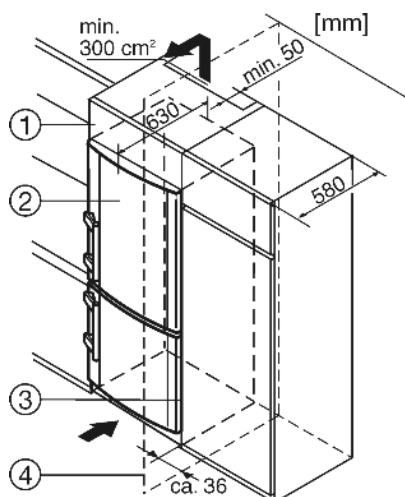

Fig. 9
- (1) Дополнительный шкафчик
(2) Устройство
(3) Кухонный шкаф
(4) Стенка
Устройство может быть окружено предметами кухонной обстановки. Чтобы уравнять устройство *Fig. 9 (2)* по высоте с кухонной стенкой, можно установить над устройством соответствующий дополнительный шкафчик *Fig. 9 (1)*.
При комбинировании с обычными кухонными шкафами (глубина макс. 580 мм) устройство можно установить непосредственно рядом с кухонным шкафом *Fig. 9 (3)*. Дверца устройства выступает по сторонам на 34 мм и по центру устройства на 50 мм относительно передней стенки кухонного шкафа. Поэтому ее можно свободно открывать и закрывать.
Если устройство установлено на шарнирах у стены *Fig. 9 (4)*, то расстояние между устройством и стеной должно быть не менее 36 мм. Настолько выступает ручка при открытой дверце.